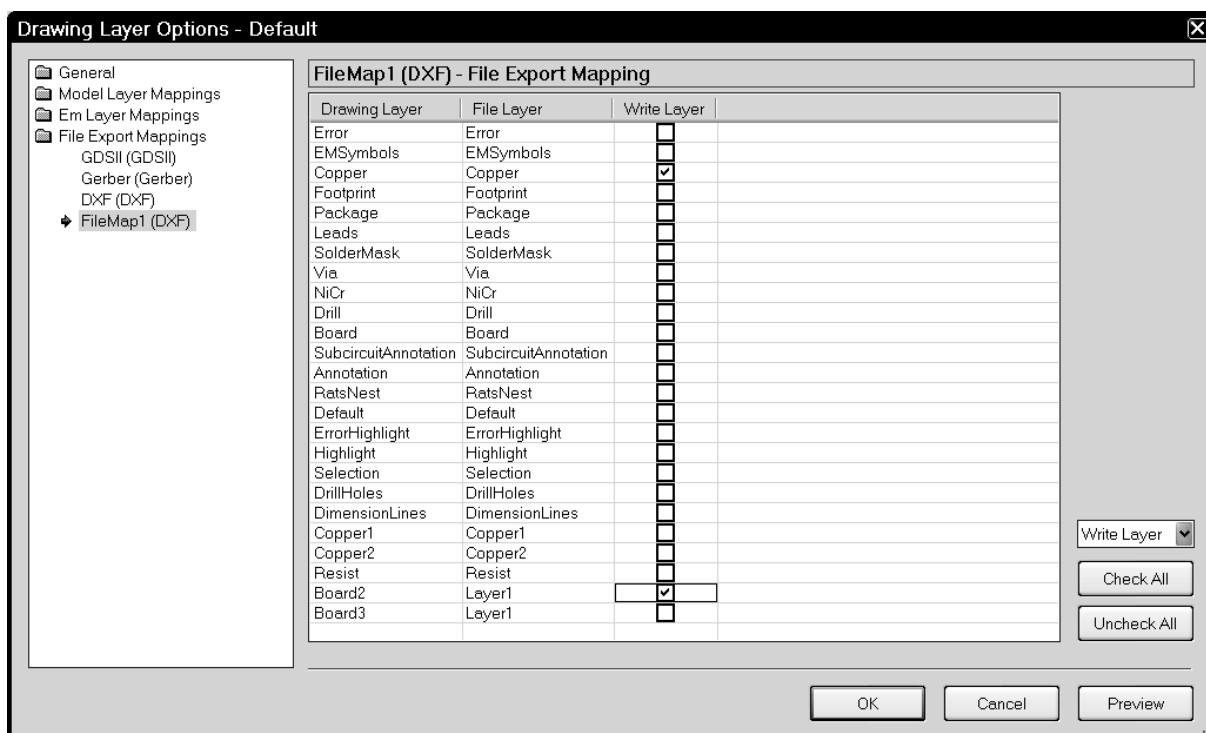

Рис. 5.80
7. Щёлкните мышкой по **File Export Mappings** и затем щёлкните по **DXF(DXF)**. В этой таблице определяется, какие слои должны быть записаны в DXF файл при экспорте структуры в этом формате. В столбце **Write Layer** (Записать слой) отметьте слои **Copper1**, **Copper2**, **Resist** и **Board3**, снимите отметки у остальных слоёв. Отмеченные слои будут записаны в DXF файл с одинаковым именем слоёв в файле по умолчанию **Layer1** при экспорте топологии с третьего слоя диэлектрика. Если нужно выполнить экспорт топологии со всех слоёв диэлектрика или нескольких, то нужно создать таблицы для каждого экспортируемого слоя. Щёлкните правой кнопкой мышки по **File Export Mappings** и выберите **New DXF File Export Mapping**. В левой части окна появится имя новой таблицы соответствия **File Map1(DXF)**. В правой части окна щёлкните по кнопке **Uncheck All**, чтобы снять отметку у всех слоёв и затем отметьте слои **Copper** и **Board2** (рис. 5.80). Эту таблицу соответствия будем использовать при экспорте топологии со второго слоя диэлектрика.